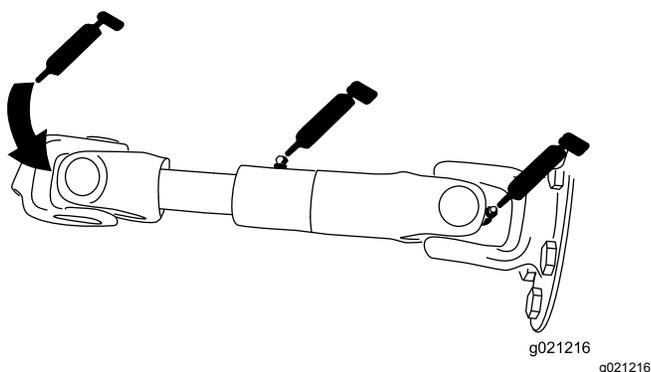

Figura 72
- Albero di trasmissione della pompa (3) (Figura 72)